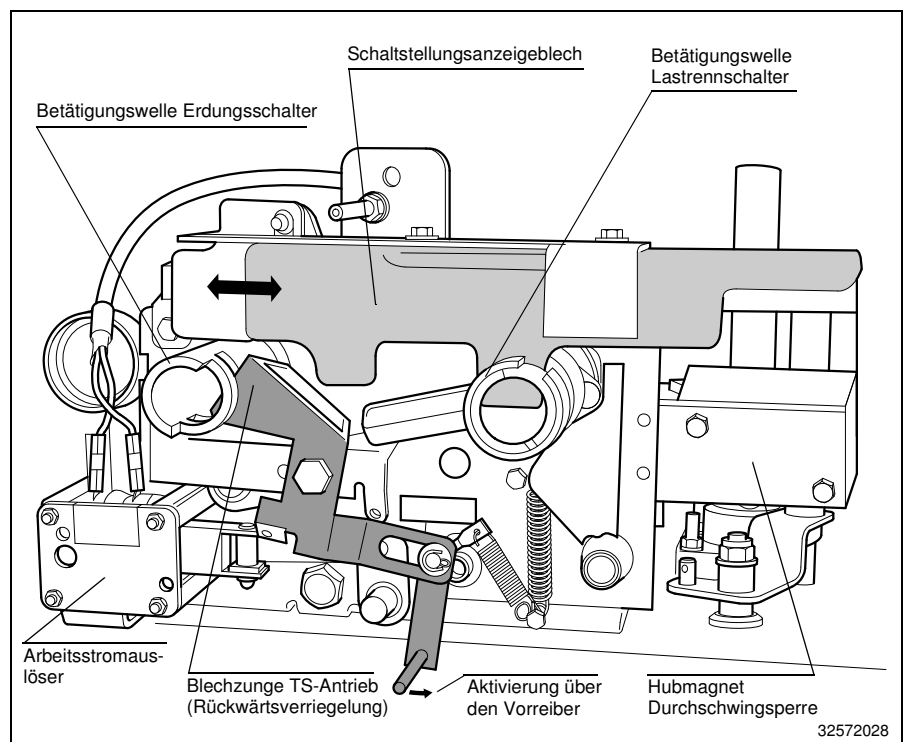

Bild 43 TS-Antrieb
- zwischen Vorreiber und Erdungsschalter (Transformatorabgangsfeld, Bild 43)
Schaltverriegelung (Bild 43)
Rückwärtsverriegelung (Option) (Bild 43)